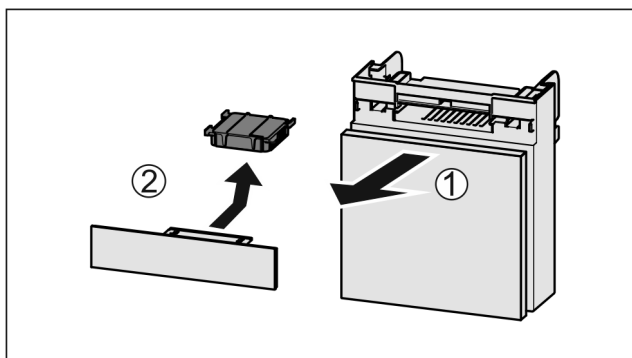

Fig. 175
- ▶ Predal izvlecite Fig. 175 (1) naprej.
- ▶ Odstranite Fig. 175 (2) aktivni ogljeni filter.